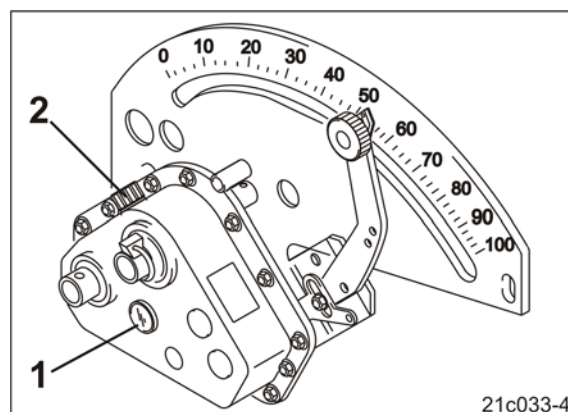

Fig. 81
- Le niveau d'huile doit être visible dans le regard (Fig. 81/1).
3. La tubulure d'ajout d'huile (Fig. 81/2) sert à l'ajout d'huile de transmission